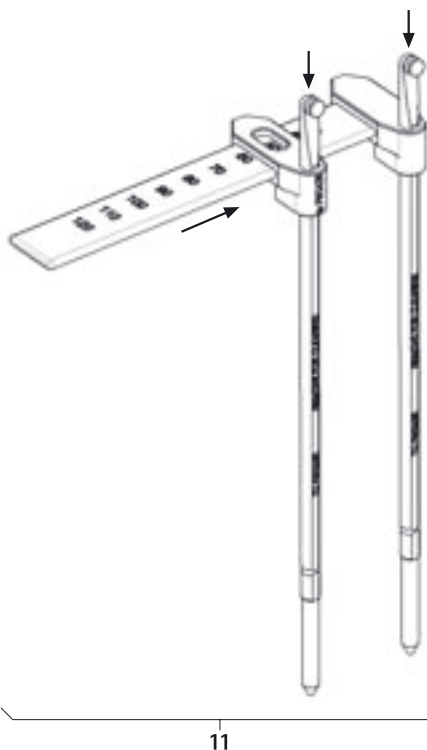

Fig. 15
- Montage de l'instrument de mesure de longueur de tige 11, voir Fig. 15.